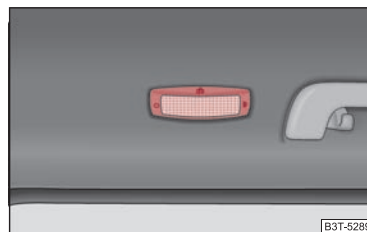

Fig. 56 Imagine din plafon: Luminile de citit pentru locurile spate
- Apăsați geamul în zona simbolului  ⇒ fig. 56.